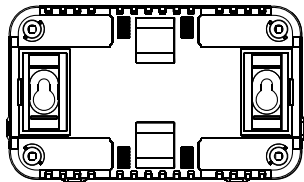
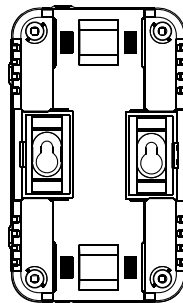

Рис. 7
Рис. 8
2. Установите крепежные вставки задвинув их до упора в пазы с тыльной стороны прибора. При горизонтальном расположении прибора, рис. 7, вставки устанавливаются в пазы на узкой стороне корпуса; при вертикальном расположении, рис. 8, на широкой стороне корпуса. Обратите внимание на ориентацию отверстий под саморезы.